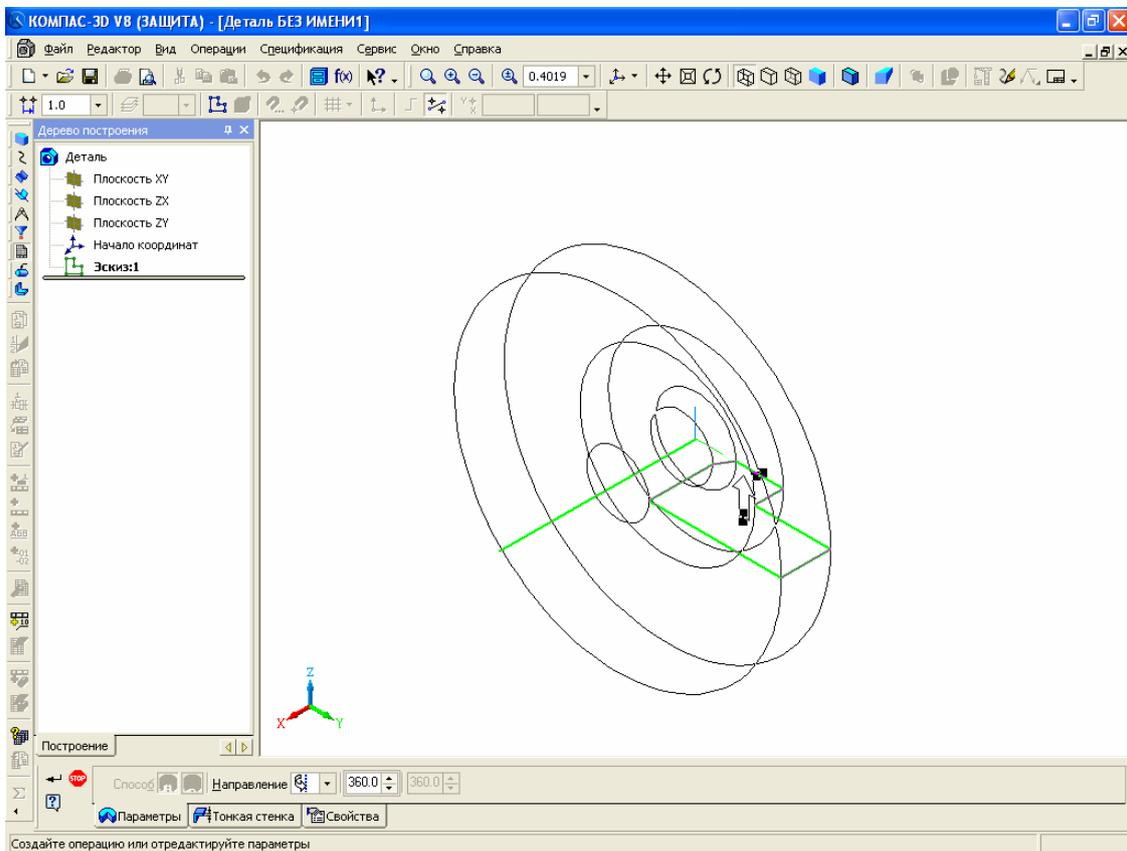

Рис. 16. Деталь Седло после построения
рению. После того как все настройки выполнены, по кнопке (Создать объект) и с помощью кнопки (Повернуть) и кнопок (Увеличить масштаб), (Уменьшить масштаб), расположенных на панели инструментов Вид, добейтесь удобного для обозрения положения детали на рабочем поле (рис.16).
3. Вы можете оставить деталь так, как показано на рис. 16, но мы рекомендуем выбрать режим отображения на **Панели свойств** – *Полутоновое*, так как этот режим наиболее предпочтителен при создании сборки.